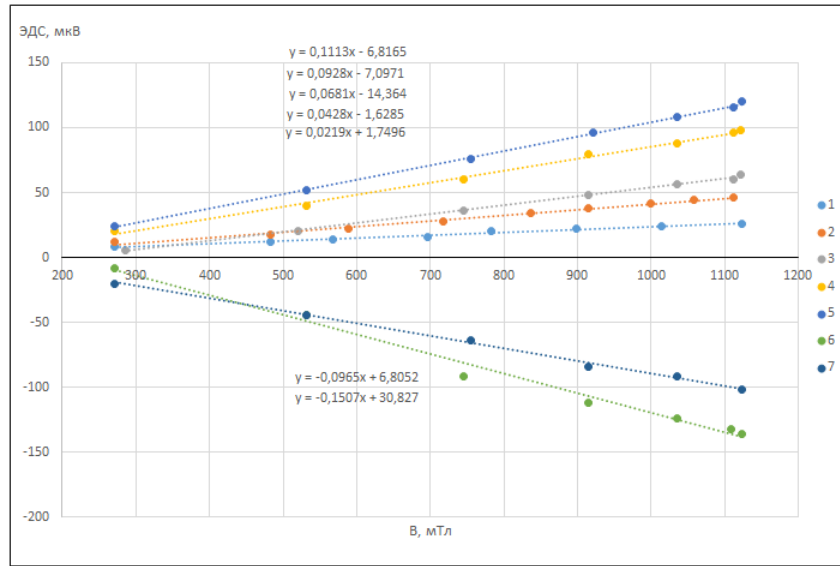
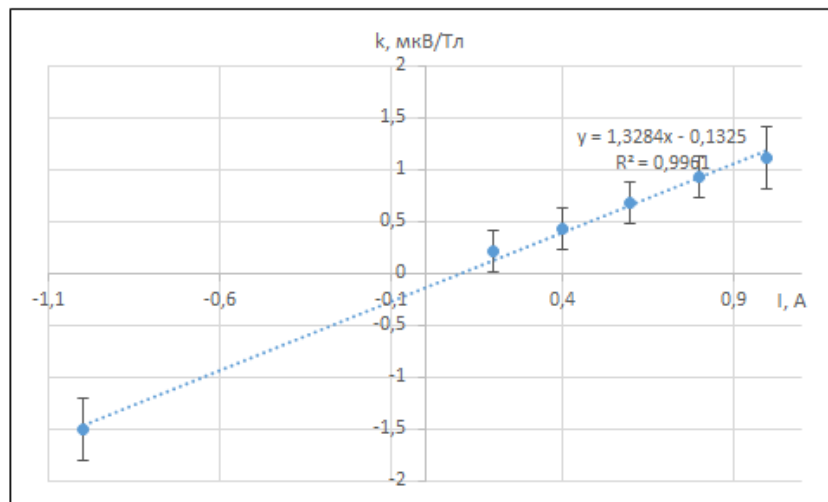

Рис. 4: Зависимость \mathcal{E}_x от B . Данные взяты из совокупности таблиц 3
Рис. 5: График зависимости $k(I)$ из Таблицы 4
Для каждой прямой на Рис. 4 найдены также их угловые коэффициенты. Внесем их в таблицу для большей наглядности и построим по этим данным график $k(I)$:
- По графику из Рис. 5 найдем постоянную Холла для серебра. А для цинка определим из соответствующего графика из Рис. 4.